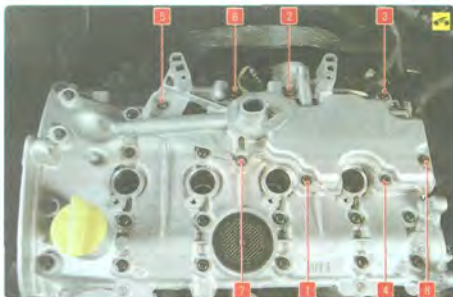

Рис. 5.2. Последовательность затяжки болтов крепления маслоотделителя
7. Затяните болты крепления маслоотделителя моментом 13 Н·м в последовательности, показанной на рис. 5.2.